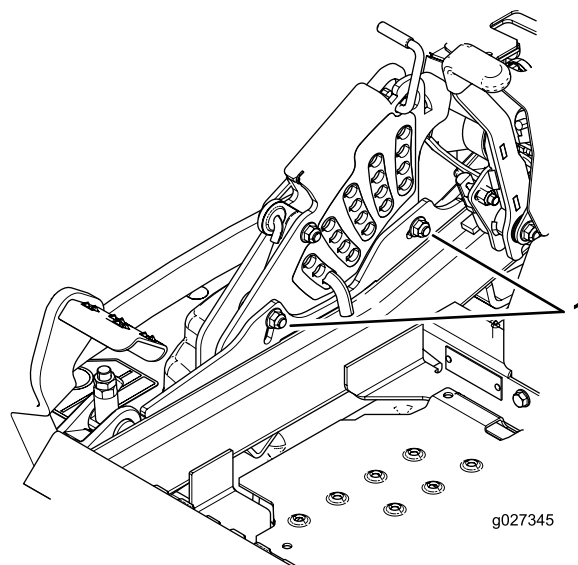

Figura 88
11. Per agire sull'impianto di regolazione da un punto unico, allentate i due bulloni alla base della piastra dell'altezza di taglio. Vedere Figura 88.
13. Serrate i due bulloni alla base della piastra dell'altezza di taglio (**Figura 88**). Serrate a 37-45 N m.